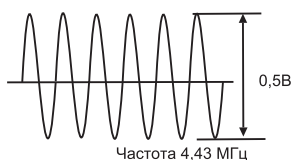
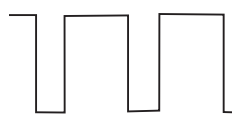

Рис. 6
Рис. 7
6. Осциллографом проверяют форму сигналов на выв. 3 (рис. 6) и выв. 2 (рис. 7) микросхемы канала цветности.